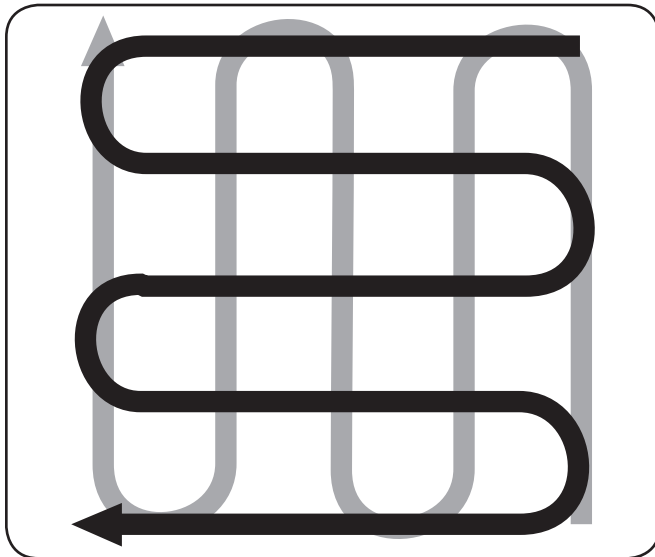

Figura 5-6
- Cuando haya terminado en una dirección, haga una segunda pasada en ángulo recto, como se muestra en la Figura 5-6. Traslape cada pasada para obtener los mejores resultados (en suelo muy duro, puede requerir tres o cuatro pasadas para pulverizar completamente el suelo).